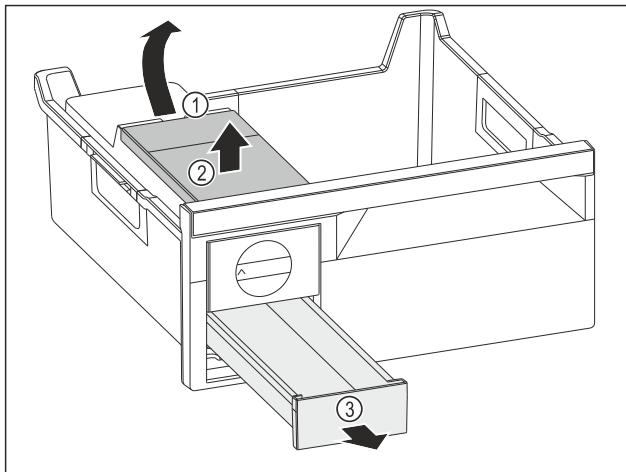

Fig. 140
- Odobratie nádržky na vodu: Nádržku na vodu nadvihnite za vybranie Fig. 140 (1).
- Nádržku na vodu Fig. 140 (2) odoberte smerom nahor.
- Zásuvku na kocky ľadu Fig. 140 (3) odoberte smerom nahor.